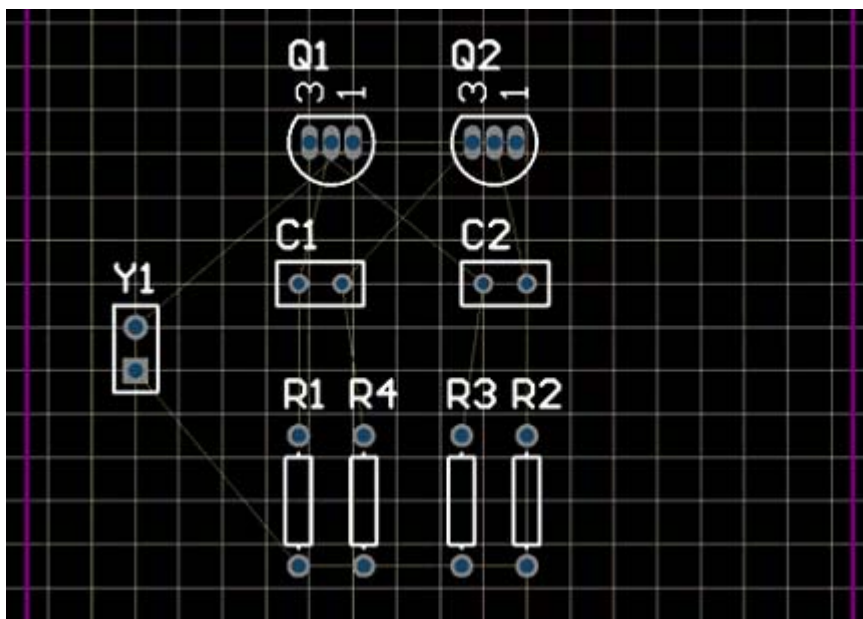

图 6-23 元器件放置在板上
3. 向着板的左手边放置封装（确保整个元器件保持在板的边界内），如图 6-23。
5. 以图 6-23 为范例，重新摆放其余元器件。当用户拖动元器件的时候可用空格键进行必要的旋转（每次向逆时针方向转 90°），使连接线如图 6-5 所示。不要忘记，当用户在摆放每一个元器件的时候要重新优化飞线。